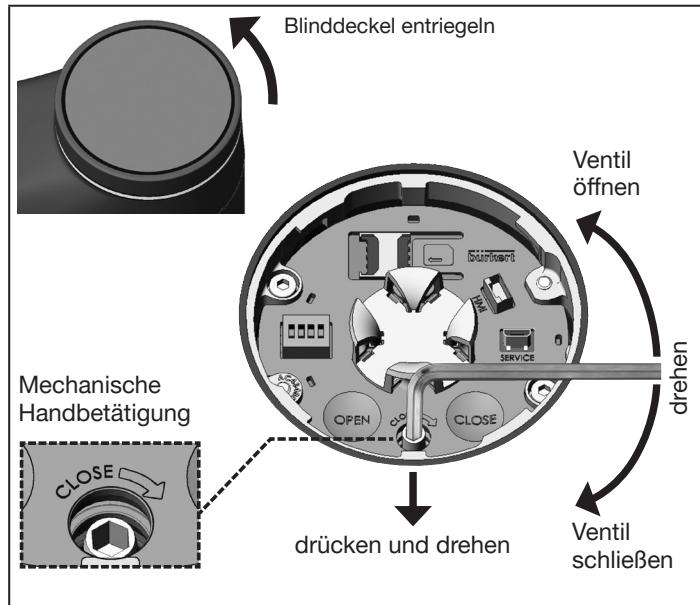
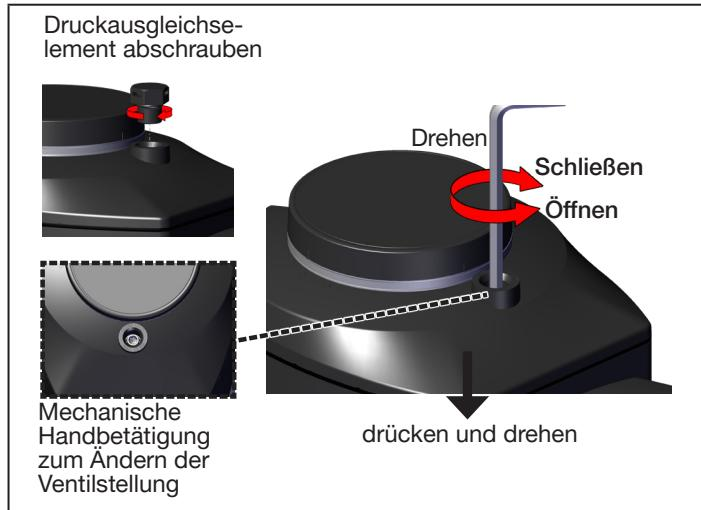

Bild 35: Mechanische Handbetätigung AG2
Bild 36: Mechanische Handbetätigung AG3
- Mit leichtem Druck die mechanische Handbetätigung einkuppeln und dabei gleichzeitig den Innensechskantschlüssel drehen (siehe „Bild 35“ und „Bild 36“).